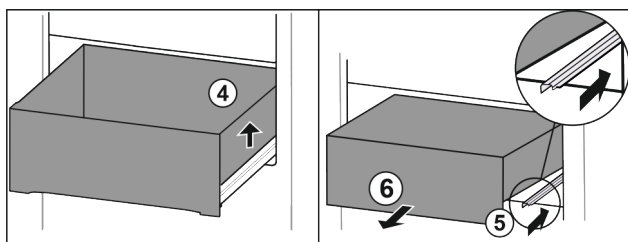

Fig. 72
- Lade rechts optillen. Fig. 72 (4)
- Rechter rail erin schuiven. Fig. 72 (5)
- Lade naar voren toe verwijderen. Fig. 72 (6)